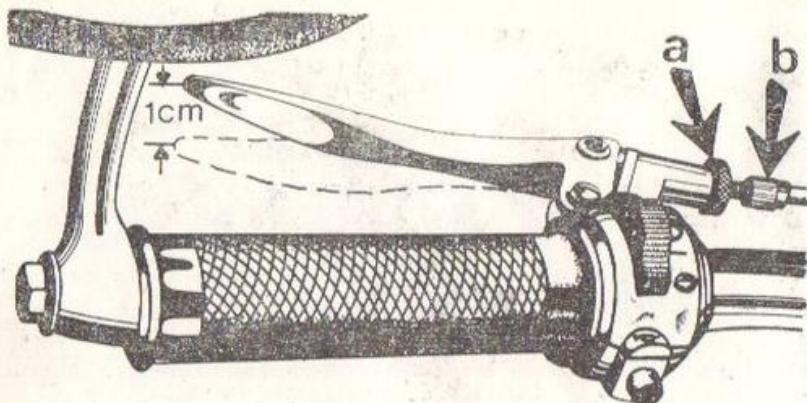

Fig. 26.
Maneta ambreiajului trebuie să aibă o cursă liberă de 1 cm (fig. 26).
3. Slăbiți piulița „a” (fig. 26) și reglați șurubul „b” pînă cînd maneta va avea cursa liberă de 1 cm. Operațiile de la pct. 1 și 2 se execută numai în cazul în care nu este suficient reglajul de la pct. 3. Urmăriți ca :